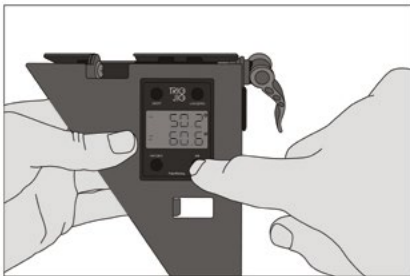

fig 14
- El ángulo en el que la sierra de mano corta la moldura se llama bisel. Encuéntralo pulsando el botón M/B (**fig. 14**).